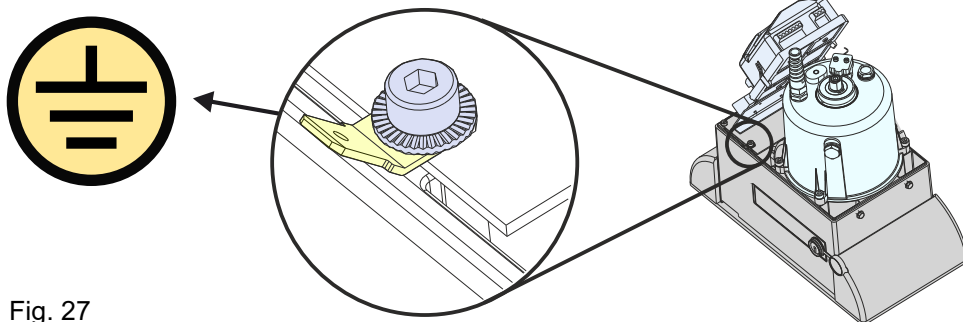

Fig. 27
8.1. Antes de conectar el operador a la red eléctrica, realizar su puesta a tierra, utilizando el tornillo especial de puesta a tierra, como se muestra en la Fig. 27